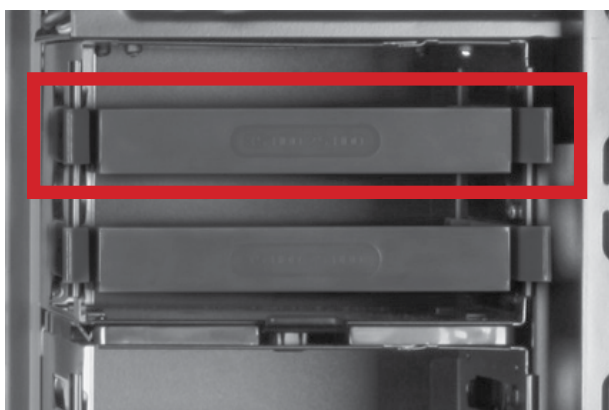

図10
1. HDDケースから取付フレームx1つを取ります。(図10)